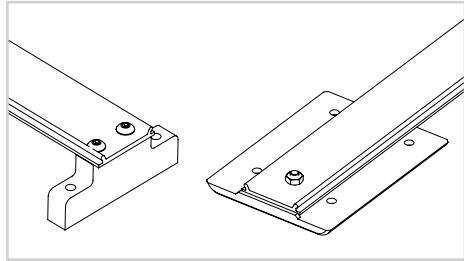

Fig. 5
- 4) Retirer les vis et les écrous qui fixent la bande aux plaques d' extrémité (Fig. 5).